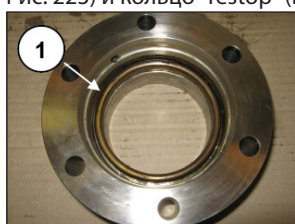

Рис. 222
Установите в рубашку кольцо поршневой головки (поз. ①, Рис. 222), уплотнение для высокого давления (поз. ①, Рис. 223) и кольцо "restop" (поз. ①, Рис. 224).